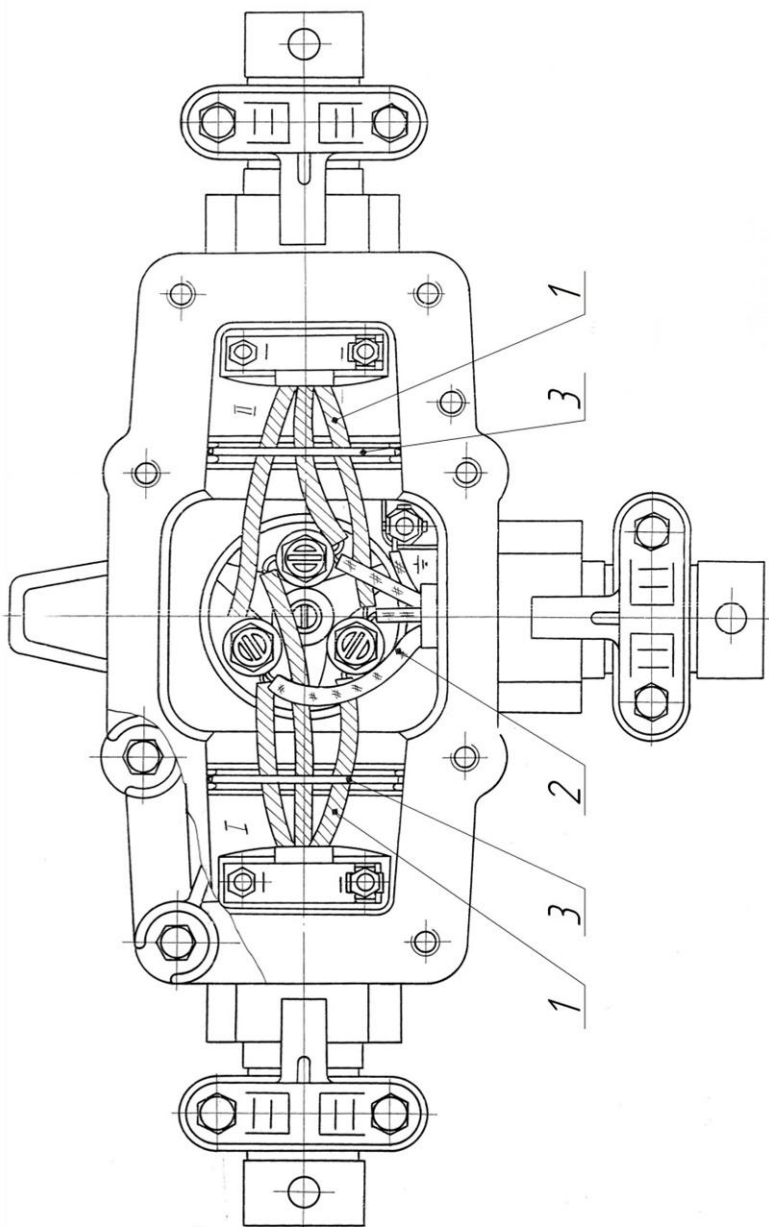

Рис.2 Подсоединение жил кабелей в корпусе тройниковой муфты ТМ-60.
7.3 Снять нажимные скобы и вывернуть гайки кабельных вводов. Отвернуть торцовым ключом болты крышки и снять ее. Разделить концы кабеля согласно соответствующей инструкции на разделанный кабель. Надеть с разделанного конца кабеля гайку, стальную шайбу и резиновое уплотнительное кольцо. Присоединить жилы кабеля, для чего завести концы кабеля в отверстие корпуса (рис.2). Торцевым ключом отвернуть гайку сердечника и вынуть его.